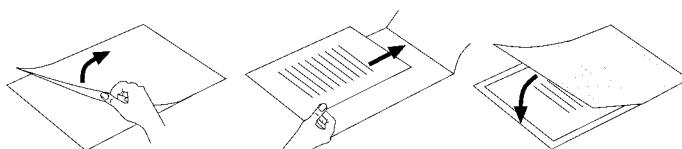

Fig. 2
- Procure utilizar solo una lámina para laminar. Despliéguela previamente siguiendo el ejemplo de la fig. 2.
- Tenga cuidado de utilizar sólo una lámina para laminar. Ábrala antes de la manera indicada en el ejemplo de la fig. 2.